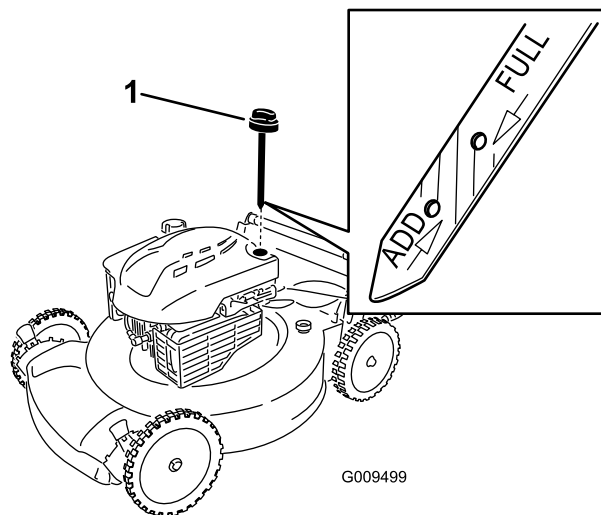

Рисунок 21
6. Извлеките щуп из маслозаливной горловины (Рисунок 21).